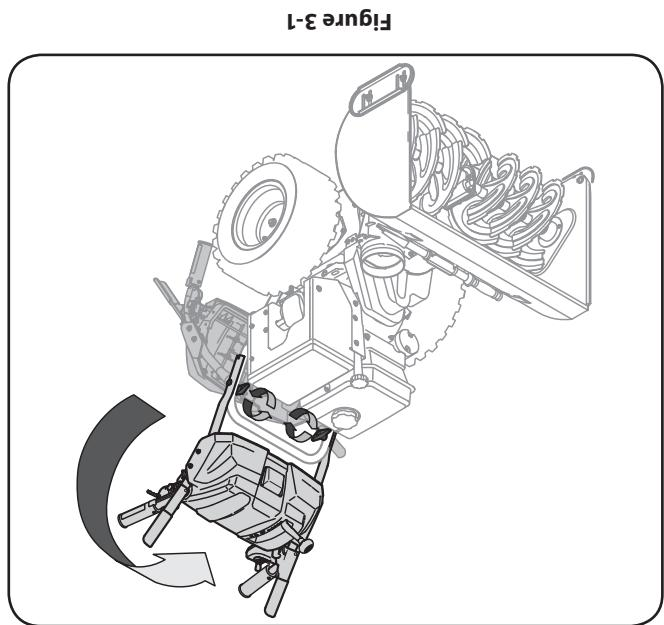

Figure 3-1
- REMARQUE:** Assurez-vous que les boutons à oreilles sont placés correctement. Voir la Figure 3-1.
- REMARQUE:** Assurez-vous que les deux galtes sont enfoncés dans les rainures de relève du guidon. Voir la Figure 3-1.